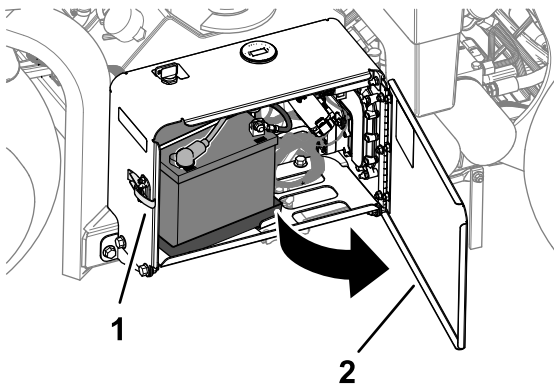

Figura 13
1. Desenganche y abra la puerta del compartimento de la batería (Figura 13).